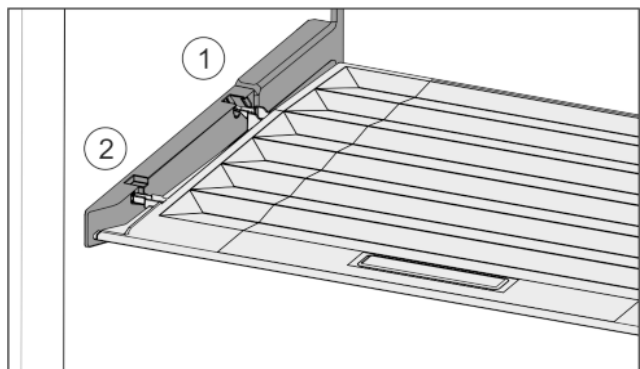

Fig. 34
- Introduire les rainures du couvercle par l'orifice du support arrière Fig. 34 (1) et les enclencher à l'avant dans le support Fig. 34 (2).